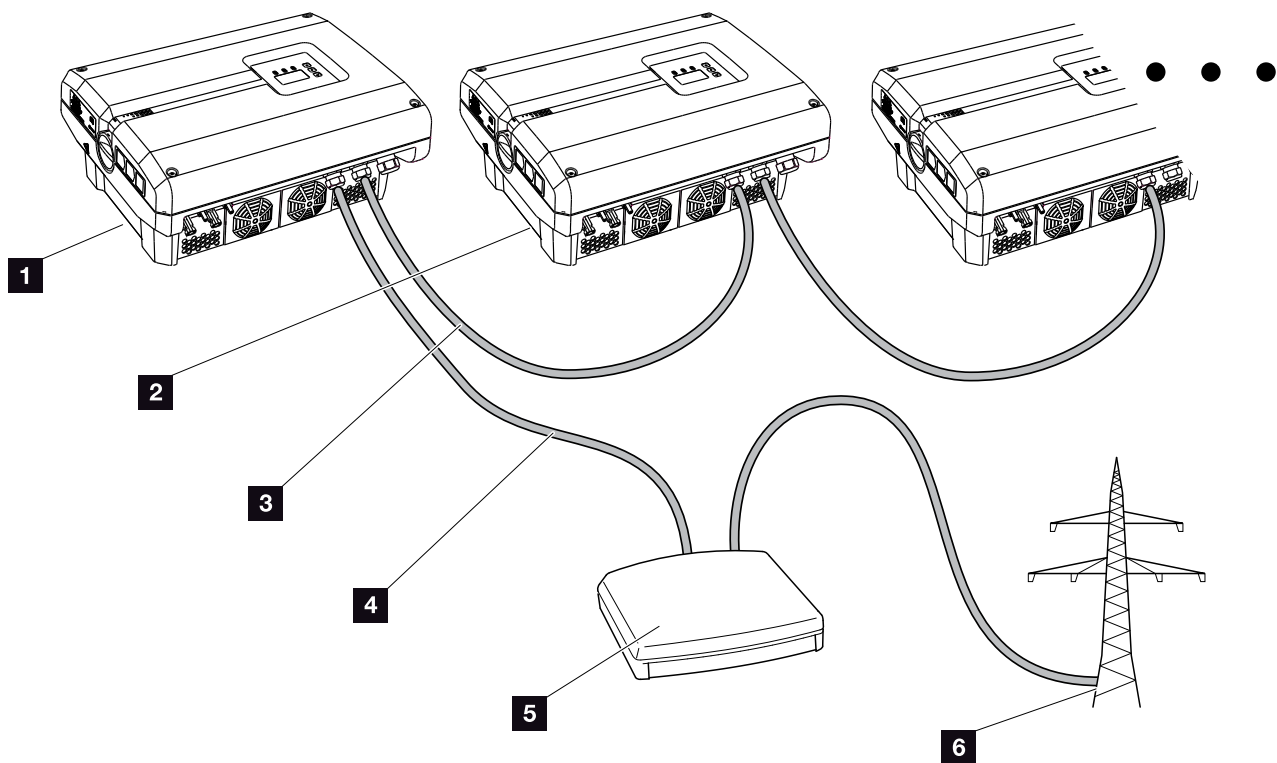
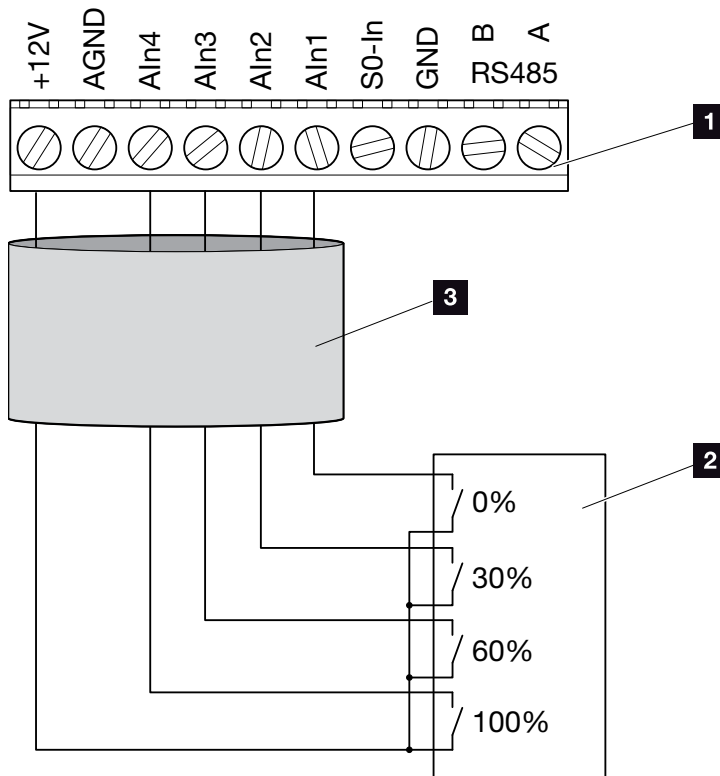

Fig. 51: Configurazione ricevitore di segnali con più inverter (collegamento Ethernet)
Fig. 52: Allacciamento ricevitore di segnali
2. Allacciamento di tutti gli inverter tramite collegamento Ethernet (RJ45) con un cavo Ethernet.  **Fig. 51**
**Fig. 51 pos. 1** sulla morsettiera dell'interfaccia analogica (10 poli).  **Fig. 52**
Il ricevitore di segnali deve essere collegato solo all'inverter principale.  **Fig. 51**